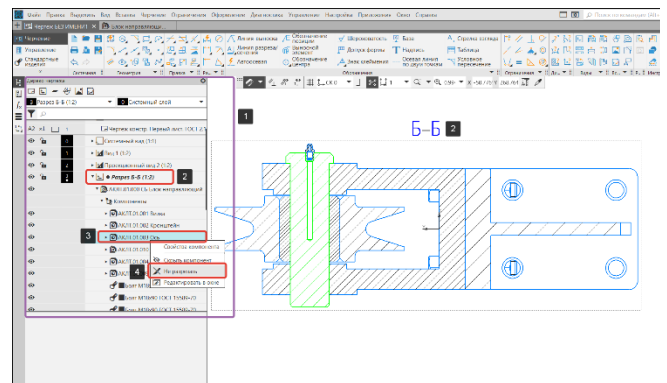

Рисунок 395 – Команда Не разрезать
- В дереве чертежа (1) раскроем Разрез Б-Б (2), в компонентах выберем ось (3) (Рисунок 395);
- Кликнем правой кнопкой по компоненту ось (2), в диалоговом окне выберем строку Не разрезать (4) (Рисунок 395);